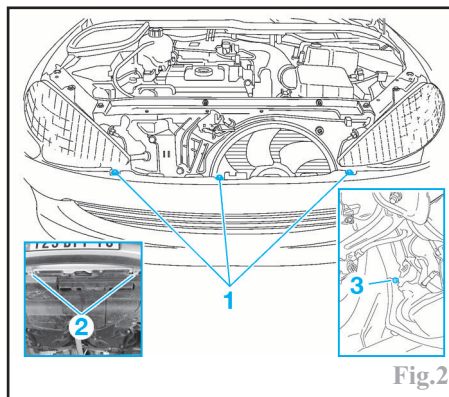

Fig.2
Déposer les vis de fixation supérieures (1) (Fig.2).